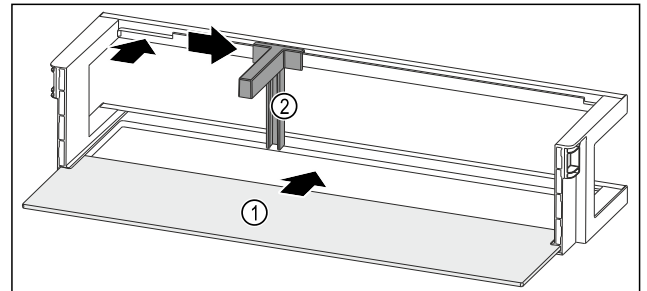

Fig. 85 Türabsteller mit Abstellfläche
- Abstellfläche Fig. 85 (1) in die seitlichen Einsparungen einschieben.
- Flaschenhalter Fig. 85 (2) in die Aussparung einsetzen.
- Flaschenhalter Fig. 85 (2) in gewünschte Position zur Seite schieben.